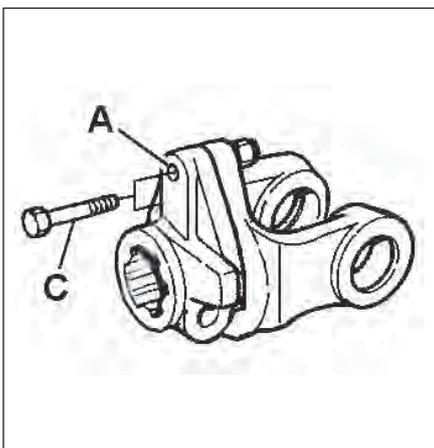

Fig. 31
Ogni albero cardanico è munito di un dispositivo di sicurezza, contro i sovraccarichi, costituito da una vite **C** (Fig. 31). La vite di sicurezza deve rompersi ogni qualvolta venga superato il limite massimo di sicurezza ammesso. La dimensione e il materiale di questa vite devono corrispondere scrupolosamente ai dati riportati in tabella «TAB. 10 - VITE DI SICUREZZA».
*Chaque cardan est muni d'un dispositif contre la surcharge constitué par un boulon **C** (Fig. 31). Le boulon de sécurité doit se casser toutes les fois que la limite maximale de charge admise est dépassée. La dimension et le matériel de ce boulon doivent correspondre scrupuleusement aux données transcrites sur la Table «TAB. 10 - BOULON DE SECURITE».*
E Jede Gelenkwelle ist mit einer Sicherheitsvorrichtung versehen, die von einer Schraube **C** (Abb. 31) zusammengesetzt ist. Die Sicherheitschraube soll brechen, wenn die Überlastungsgrenze überschritten wird. Stoff und Abmessung dieser Schraube soll genau den auf der Tabelle «TAB.10-TORNILLO DE SEGURIDAD» angebrachten Angaben entsprechen.
Each cardan shaft is equipped with a safety device against overloads; the device consists of a screw **C** (Fig. 31). The safety screw should break each time the maximum limit for the admissable load is exceeded. The size and the material of this screw must strictly correspond to the datas given in the table «TAB. 10 - SHEAR BOLT».
Cada árbol cardánico está provisto de un aparato de seguridad contra las sobrecargas constituido por un tornillo **C** (Fig. 31). El tornillo de seguridad debe romperse cada vez que venga superado el límite máximo de seguridad admitido. La dimensión y el material de este tornillo deben corresponder escrupulosamente a los datos indicados en el tablero «TAB. 10 - TORNILLO DE SEGURIDAD».